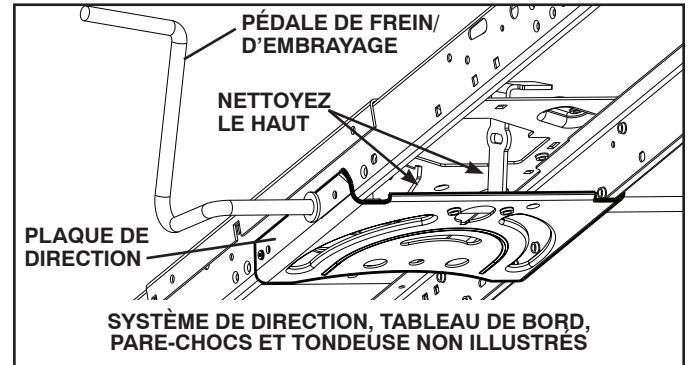

Fig. 23
- Nettoyez toute trace de débris sur la plaque de direction. Les débris peuvent empêcher le mouvement de l'arbre de la pédale de frein/d'embrayage, provoquant le glissement de la courroie avec perte d'entraînement. Voir Fig. 23.